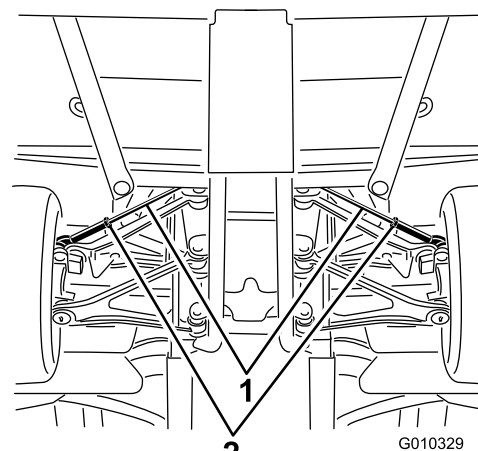

Рисунок 60
- А. Ослабьте контргайку в середине тяги (Рисунок 60).